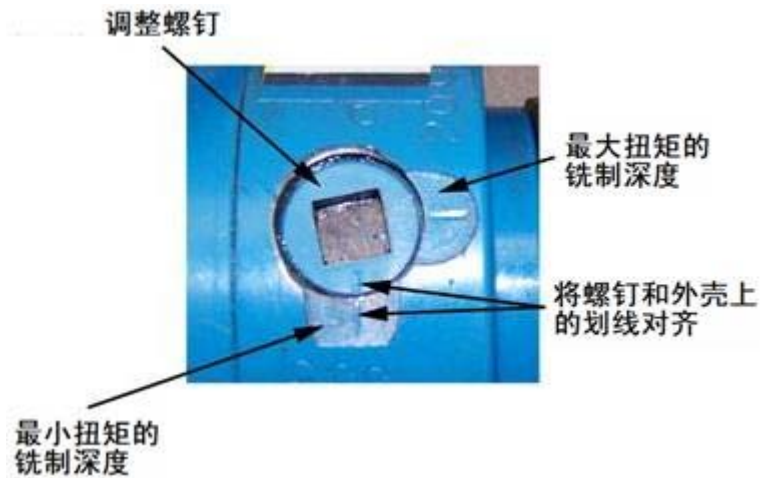

图 5-17: 过载安全扭矩的设定
5. 如果要求的扭矩小于第 3 步规定的扭矩值，可顺时针旋转调整螺钉（见图 5-17）增大扭矩，直到与离合器外壳上面下一个铣槽深度平齐并且与划线对齐为止；然后再次检查扭矩。传动比为 **52:1** 的齿轮箱的扭矩设定不得超过 **335 英寸·磅**，**125:1** 齿轮箱的扭矩设定不得超过 **200 英寸·磅**。